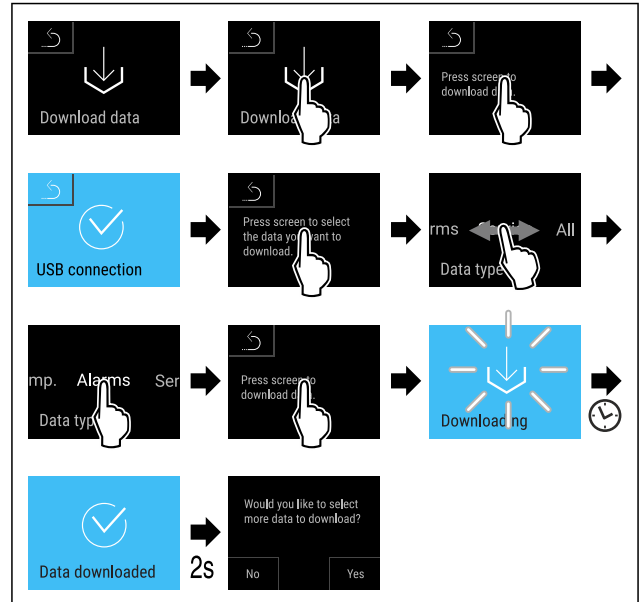

Fig. 136
- ▶ Seguir los pasos de procedimiento (consulte Fig. 136).